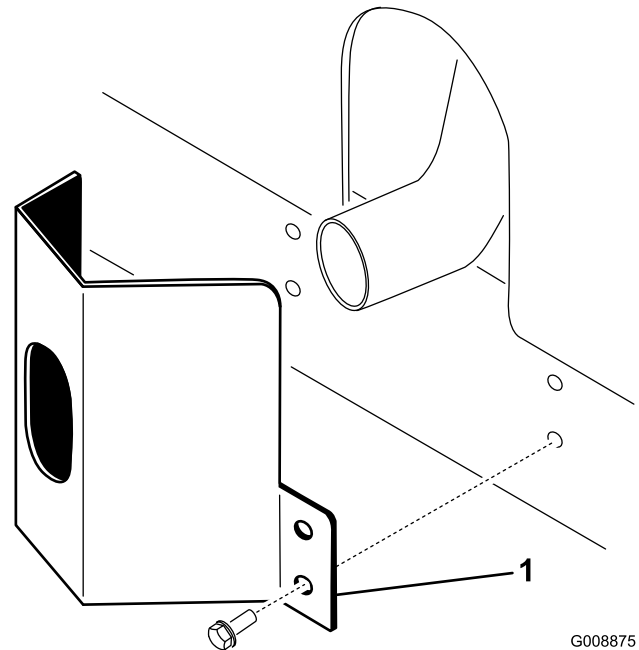

Figura 36
1. Collocare la protezione della marmitta attorno al silenziatore, allineando contemporaneamente i fori di fissaggio con i fori nel telaio (Figura 36).
2. Fissate la protezione della marmitta sul telaio con quattro viti autofilettanti (Figura 36).